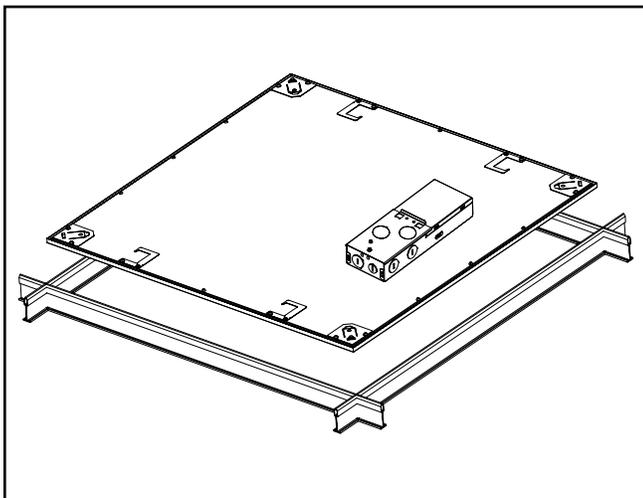

Figure 2.
5. Passez le luminaire dans la grille à un angle de 45 degrés et déposez-le sur la grille. (Figure 2.)